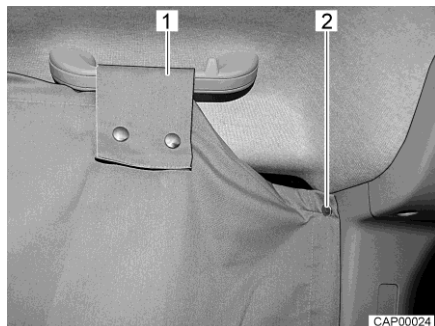

Fig. 26 Dispositif occultant de la cabine de conduite sur la vitre latérale
- Fixer le dispositif occultant de la cabine de conduite d'un côté de la cabine de conduite. Fixer pour ce faire deux boutons pression (Fig. 26,2) derrière la vitre latérale sur le montant B.
- Former une boucle (Fig. 26,1) sur la poignée au-dessus de la vitre latérale et la fixer avec les boutons pression.